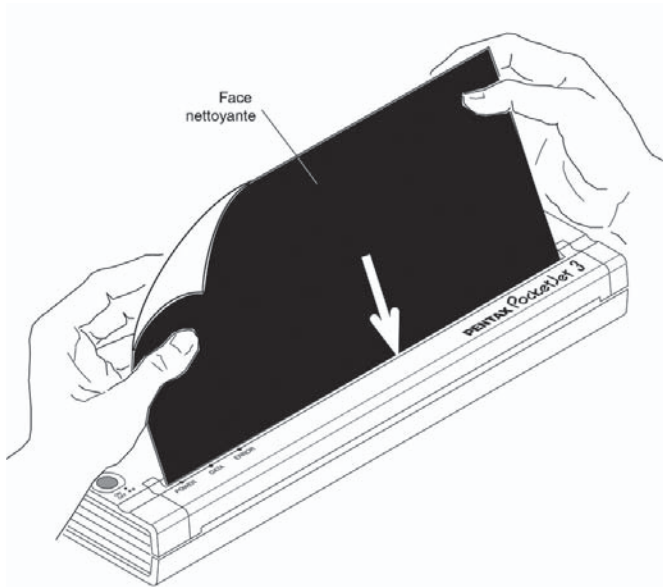

FIGURE 18. Nettoyage du rouleau entraîneur.
4. Insérez la lingette noire fournie avec l'imprimante dans la fente d'alimentation papier. La face noire rugueuse, qui contient le produit nettoyant, doit être orientée vers l'avant de l'imprimante. Consultez la Figure 18. La lingette passe tout entière dans l'imprimante.